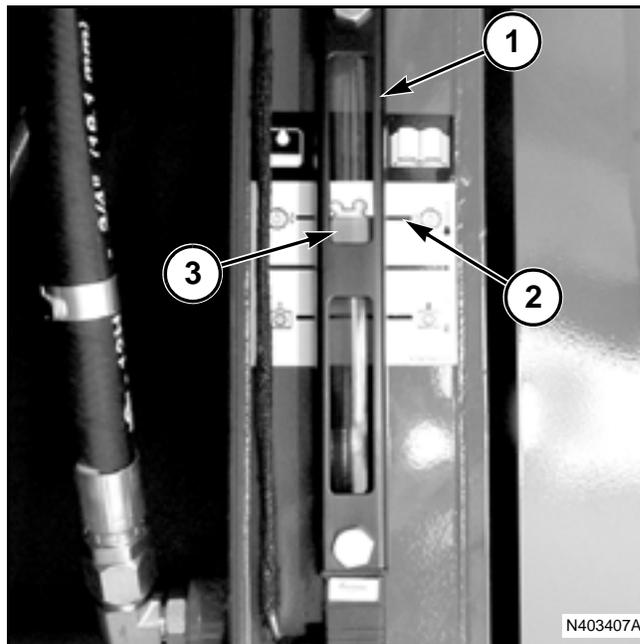

FIG. 84
FIG. 84: El nivel de aceite hidráulico debe estar dentro de la gama correcta indicada en la mirilla (1). No llene el reservorio hidráulico más arriba de la marca superior (2) en la mirilla.